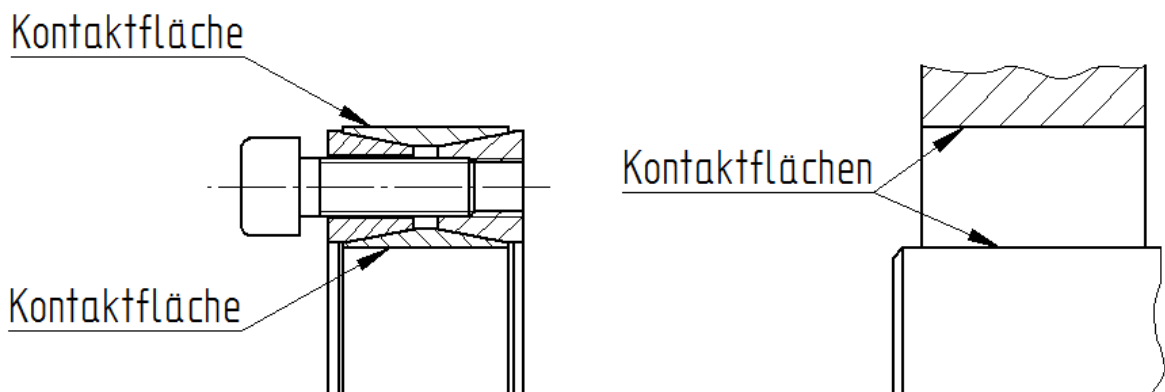

Bild 3) Reinigen der Kontaktflächen
- Kontaktflächen des Spannsatzes sowie der Welle und Nabe reinigen (siehe Bild 3) und anschließend dünnflüssiges Öl leicht auftragen (zum Beispiel: Ballistol Öl oder Klüber Quietsch-Ex)